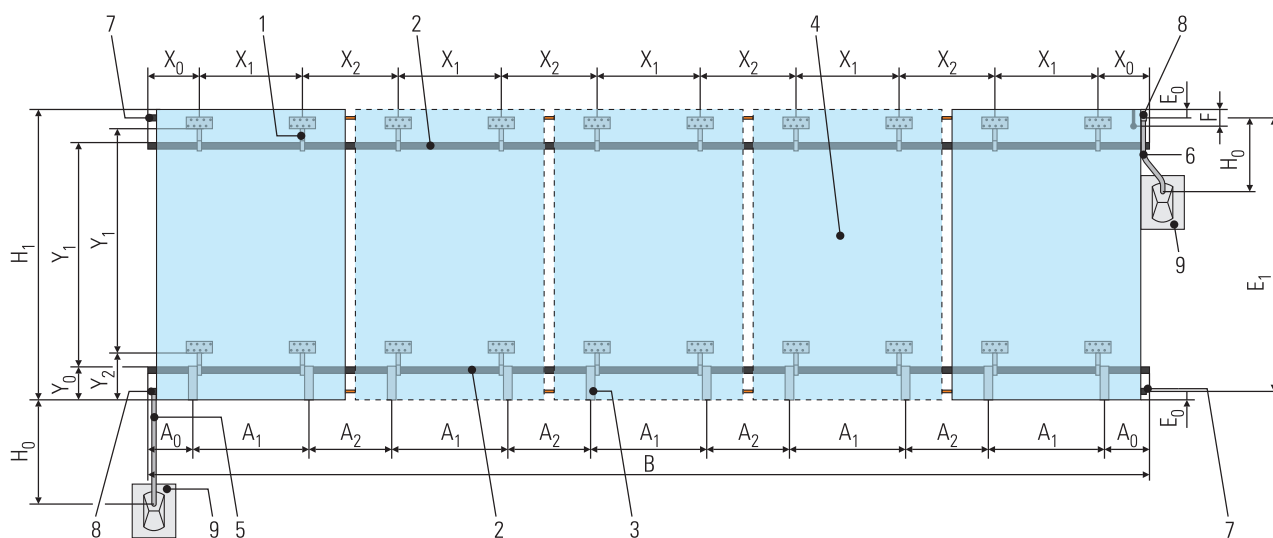
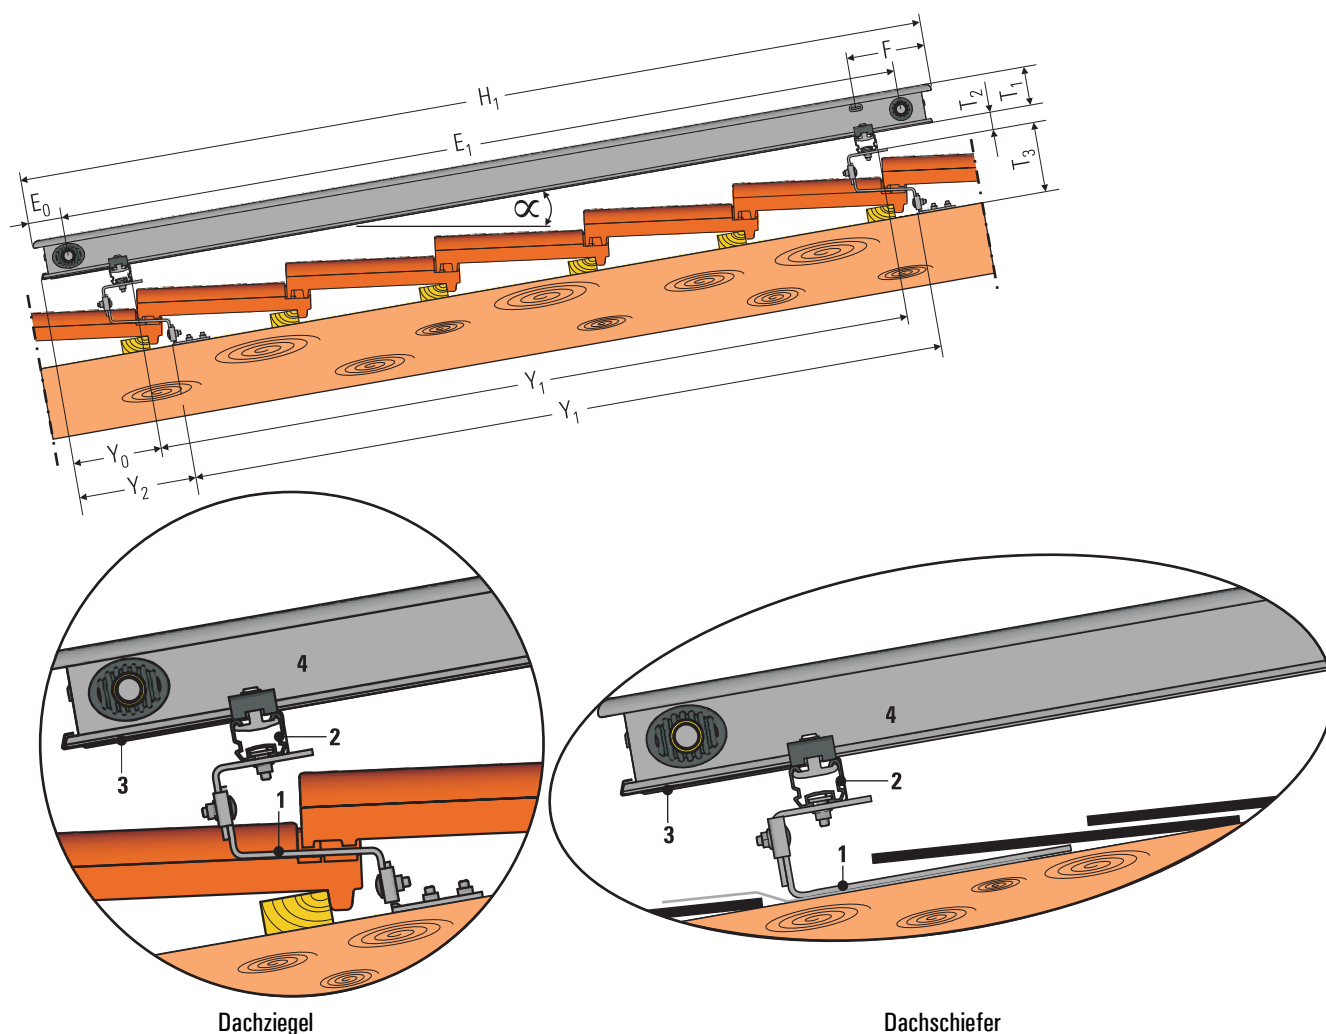

Bild 3-3 Hauptabmessung eines Solar-Kollektorfelds für Aufdachmontage (dargestellt am Kollektor EKSV26P)
Bild 3-4 Seitenansicht eines Aufdach montierten Solarkollektors
Die Hauptabmessungen des Solar-Kollektorfelds (entsprechend Bild 3-3 und Bild 3-4) sind in Tab. 3-3 zusammengefasst.
- Abdeckblech gemäß Bild 3-4 anfertigen (auf ausreichende Dimensionierung achten).